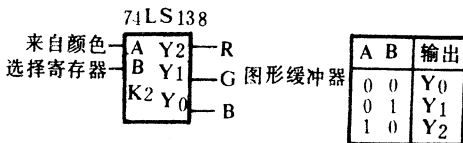

图 1-19 控制信号电路
**故障分析与维修** 这类故障通常是显示器控制芯片 6845 没有工作。6845 要工作,它的 E 端(允许端)必须加有正脉冲输入信号,同样,当 CPU 要与 6845 内部寄存器交换信息时,6845 的 CS 端(片选端)必须加有负脉冲信号。而这两个信号都是由控制信号组合电路门阵 6007 提供的,如图 1-19 所